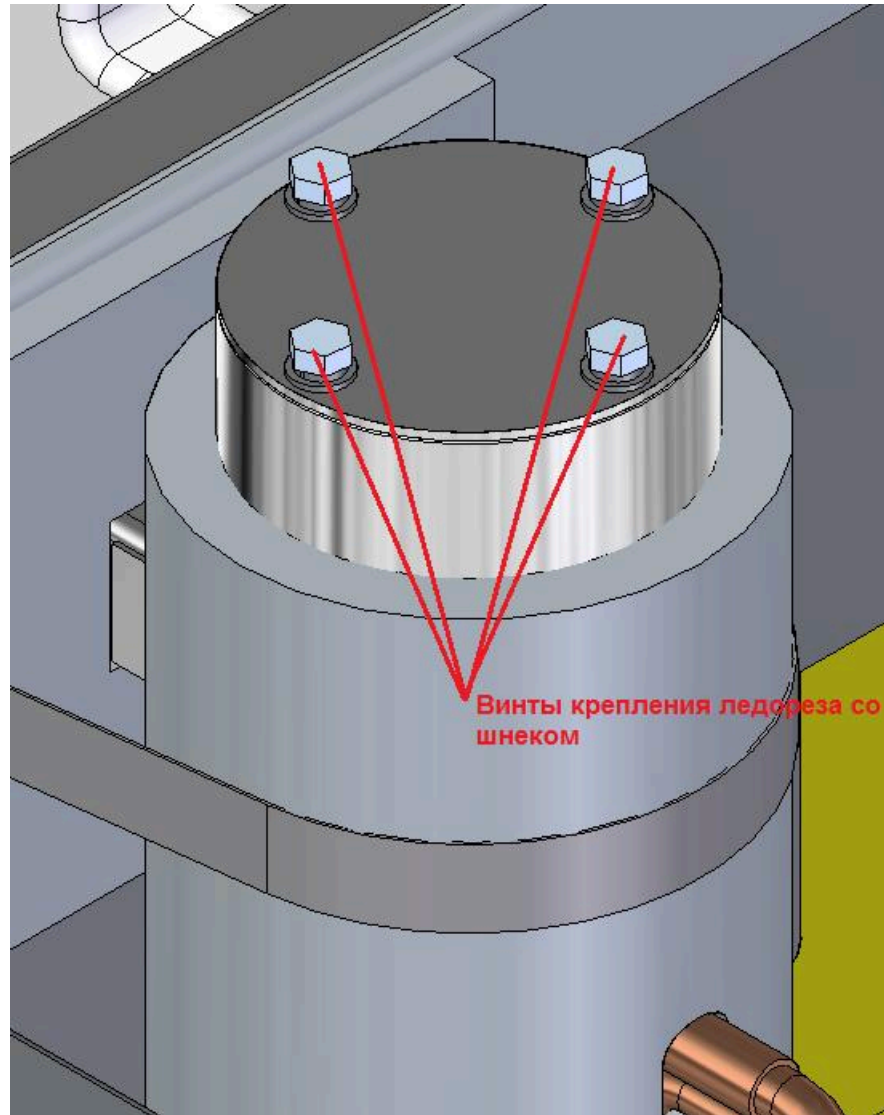

Рис. 6 Расположение винтов крепления ледореза со шнеком.
- вытащить ледорез со шнеком, сняв болты крепления, указанных на рис.6;